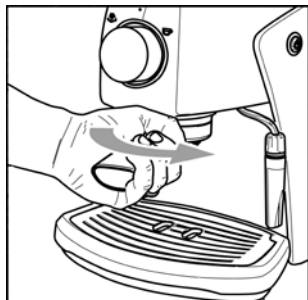

図12
- ・(図12) - フィルターホルダーをこれ以上回らないところまで、左から右へ回してください。(手を離すとホルダーは、ほぼ正面に向きます)
- ・(図12) フィルターホルダーをこれ以上回らないところまで、左から右へ回してください。(手を離すとホルダーは、ほぼ前面にきます)